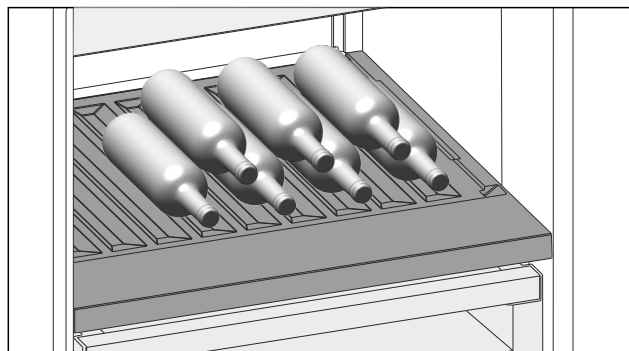

Fig. 165 Ilustrativni primjer
- ▶ Stavite boce s dnom prema stražnjoj stijenci hladnjaka. (pogledajte Fig. 165)